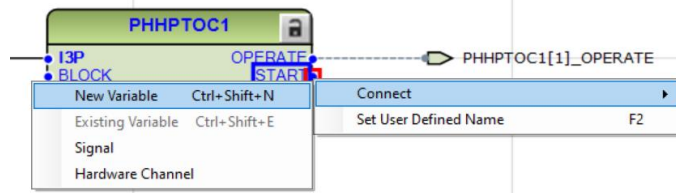

Imagen 225_Conexión de una nueva variable al puerto de salida STAR del bloque PHHPTOC1.
4.1.15 Ahora para la segunda salida de “START”, de igual manera daremos clic derecho y seleccionamos “Connect - New Variable” como se observa en la **Imagen 225**.